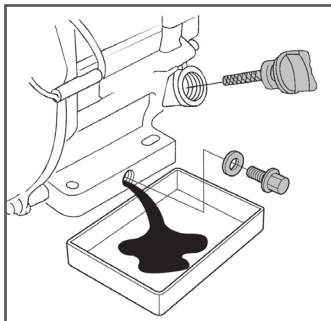

Рис. 33. Замена масла в двигателе
5. Извлеките крышку-щуп из маслосливной горловины (Рис. 33) и протрите щуп чистой ветошью.
(1) Техническое обслуживание должно осуществляться более часто, при работе в пыльных условиях.
(2) Данный вид работ необходимо выполнять в авторизованном сервисном центре.
6. Открутите пробку для слива масла и слейте отработанное масло в подготовленную для этого емкость (Рис. 33). При необходимости, для более полного слива масла можно наклонить мотоблок в сторону сливного отверстия.